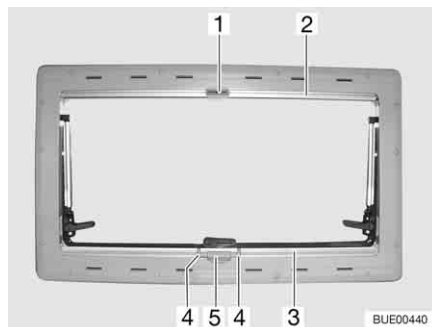

Bild 68 Överkantshängda fönster
- Tryck ihop handtaget (Bild 68,4), drag mörklägningsrullgardinen (Bild 68,3) nerifrån och uppåt till önskad höjd.
- Tryck ihop handtaget (Bild 68,4). Spärren lossas.
- Mörklägningsrullgardinen (Bild 68,3) förs långsamt tillbaka till utgångsläget.
- Drag ner insektsnätet (Bild 68,2) tills det stöter mot mörklägningsrullgardinen (Bild 68,3) och låsspaken (Bild 68,1) hakar in i spärren (Bild 68,5).
- Lossa låsspaken (Bild 68,1).